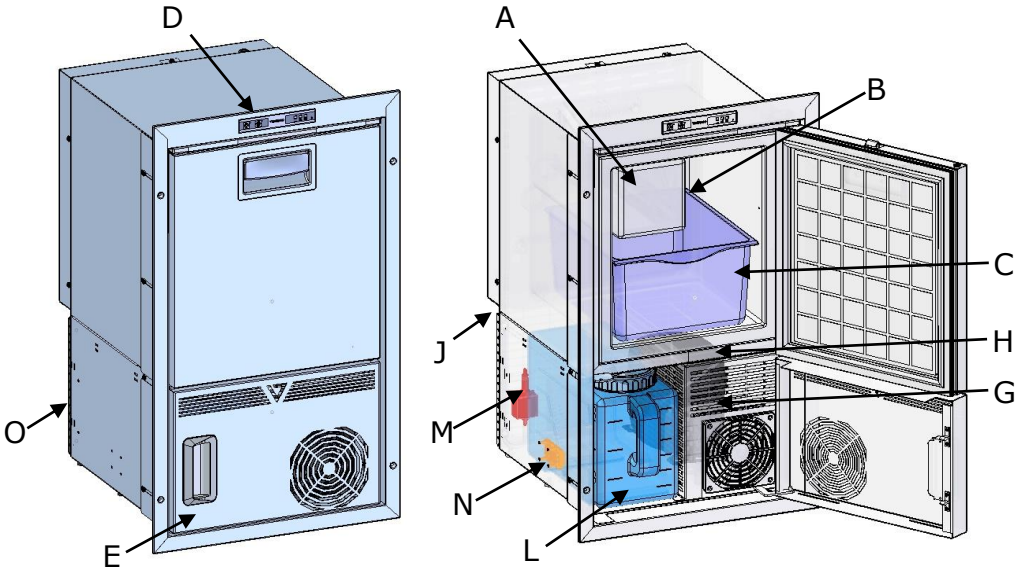

Abb. 4b
Wenn die Verwendung des Eisbereiters beendet ist, soll man wie folgt vorgehen, um die Funktionalität zu erhalten und Schimmelbildung zu vermeiden. Schalten Sie das Gerät aus und trennen Sie es vom elektrischen System. leeren Sie die Eiswanne (C). Warten Sie, bis der Frost im Inneren der Schale vollständig geschmolzen ist. Trocknen Sie die Innenwände des Eisbereiters gründlich ab. Lassen Sie die Tür halb offen, indem Sie die Lüftungsposition am Bügel I (siehe Abbildung 5 und 5a) verwenden, so dass ein Luftwechsel stattfinden kann und keine Feuchtigkeit im Inneren der Wanne entsteht. Bei den Versionen REFILL den Tank (L) entleeren und reinigen (siehe Abb. 4b,4c).